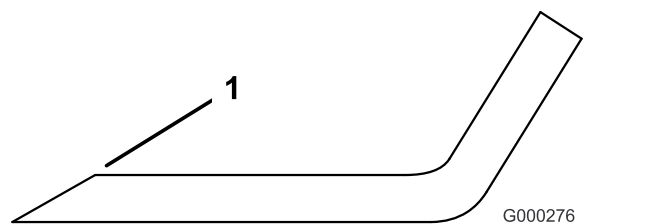

Figura 132
3. Esaminate l'affilatura di tutte le lame e affilate se risultano smussate o scheggiate (Figura 132).
**Nota:** Affilate soltanto la parte superiore del tagliente e mantenete l'angolo di taglio originale per garantire l'affilatura (Figura 132). La lama resta bilanciata soltanto se viene rimossa una quantità uguale di metallo da entrambi i taglienti.